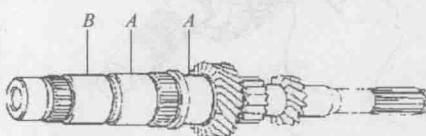

图 1-43 检测输入轴的磨损情况
43) 用千分尺测量输入轴的磨损情况。表面 A 的最小直径为 33.985mm, 表面 B 的最小直径为 30.985mm, 若超出此范围则更换输入轴, 如图 1-43 所示。